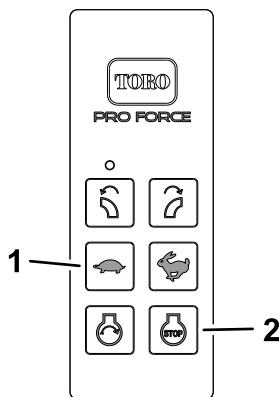

Bild 20
- Drücken Sie die MOTORDREHZAHL VERRINGERN-Taste (Bild 20) auf der Handfernbedienung, um die Motordrehzahl zu verringern (etwa $\frac{3}{4}$ -Gaseinstellung).
2. Drücken Sie die MOTORSTOPP-Taste (Bild 20).